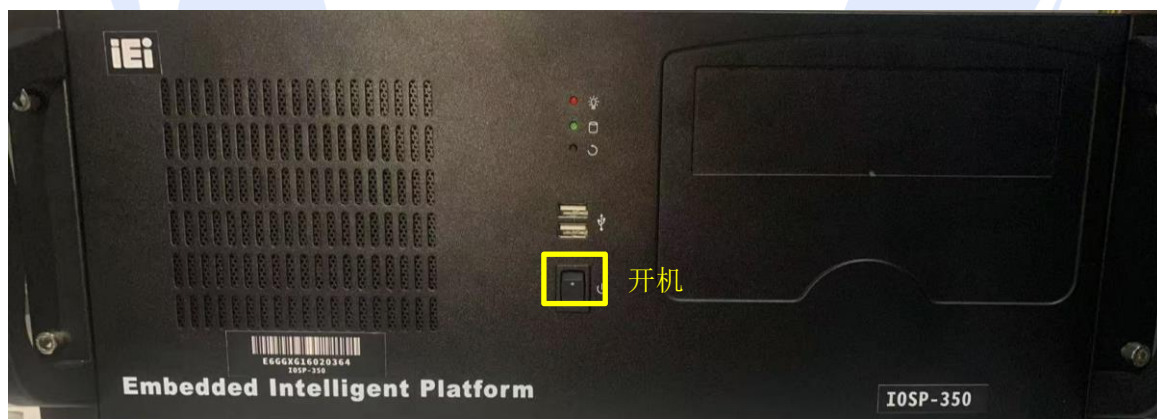

图 4 计算机启动按钮
4) 按下计算机上的启动按钮, 启动电脑如图 4 所示, 目前已经设置通电自启动, 方便进行操作。